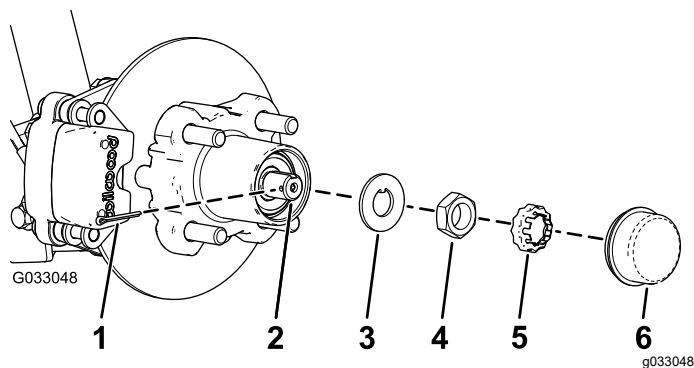
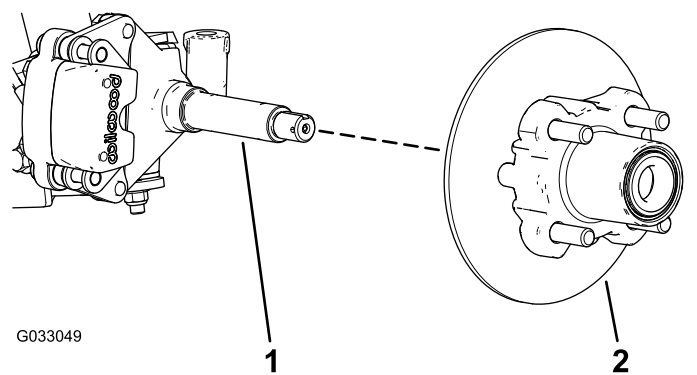

Figure 31
Figure 32
4. Retirez le couvre-moyeu du moyeu (Figure 31).
5. Retirez la goupille fendue et le frein d'écrou de la fusée et de son écrou (Figure 31).
6. Enlevez l'écrou de la fusée, et séparez l'ensemble moyeu et rotor de la fusée (Figure 31 et Figure 32).